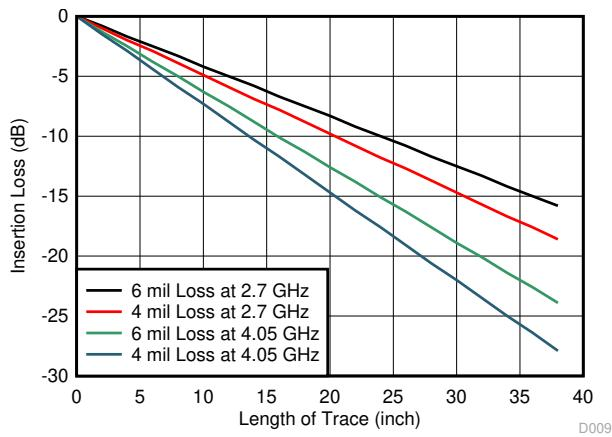

図 8-5. FR4 PCB パターンの挿入損失
- DisplayPort 入力 (A) および出力 (B) チャネルの損失プロファイルを決定します。6mil パターン挿入損失については、図 8-5 を参照してください。
- DP 入力 (C) と出力 (D) のチャネルとケーブルの損失プロファイルを決定します。6mil パターン挿入損失については、図 8-5 を参照してください。